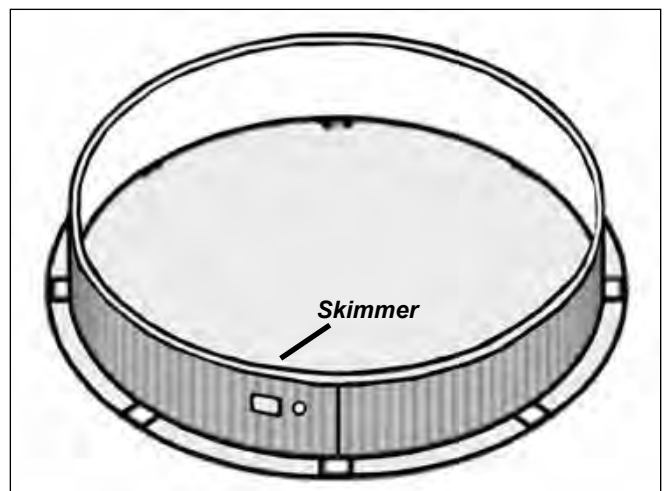

Abb. 22
- Beim Ausrollen der Wand sind die Skimmer- und Rücklauföffnungen zum Ende der Wand hin ausgerichtet. (Abb. 22)